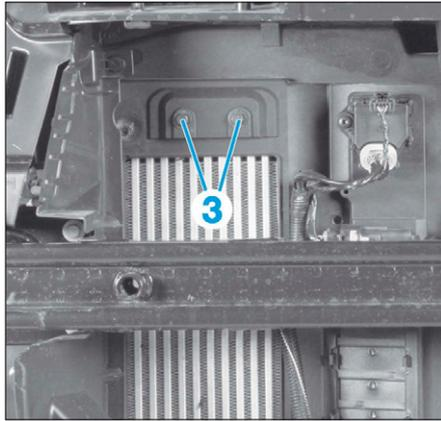

FIG. 66
- les vis de fixation de l'échangeur (3) (Fig.66).